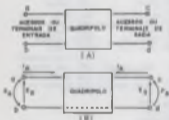
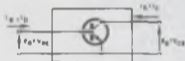

FIGURA 1 -  $I_a$  - CORRENTE DE ENTRADA;
FIGURA 2 - O Transistor como Quadripolo.
A maioria dos dispositivos em electricidade podem ser considerados como quadripolos que nada mais são do que redes com dois acessos de entrada e outros dois de saída; normalmente, um acesso é comum tanto à entrada como à saída — figura 1 (B) — é o caso do transistor por exemplo — figura 2.
Consideremos o quadripolo mostrado na figura 1(A). Suponhamos diferentes quantidades de potência de sinal aplicadas aos terminais de entrada  $a$  e  $b$  desse quadripolo e que a potência correspondente que surge nos terminais de saída  $c$  e  $d$  sejam medidas, fornecendo os resultados mostrados na tabela 1 seguinte.